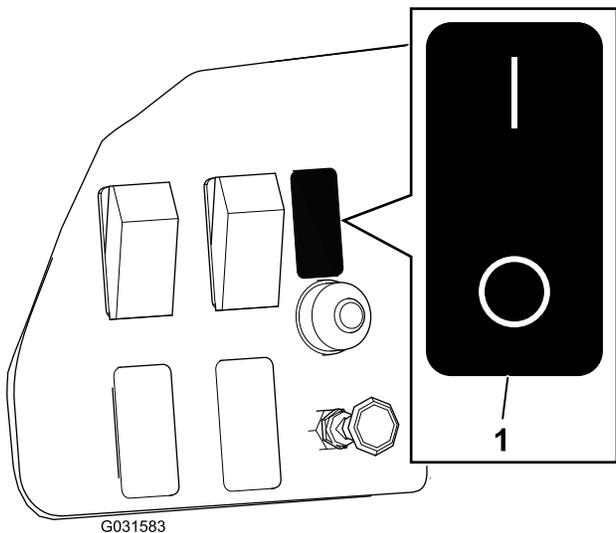

図 3
4. デカルをダッシュボードスイッチの隣に貼り付ける 図 3。